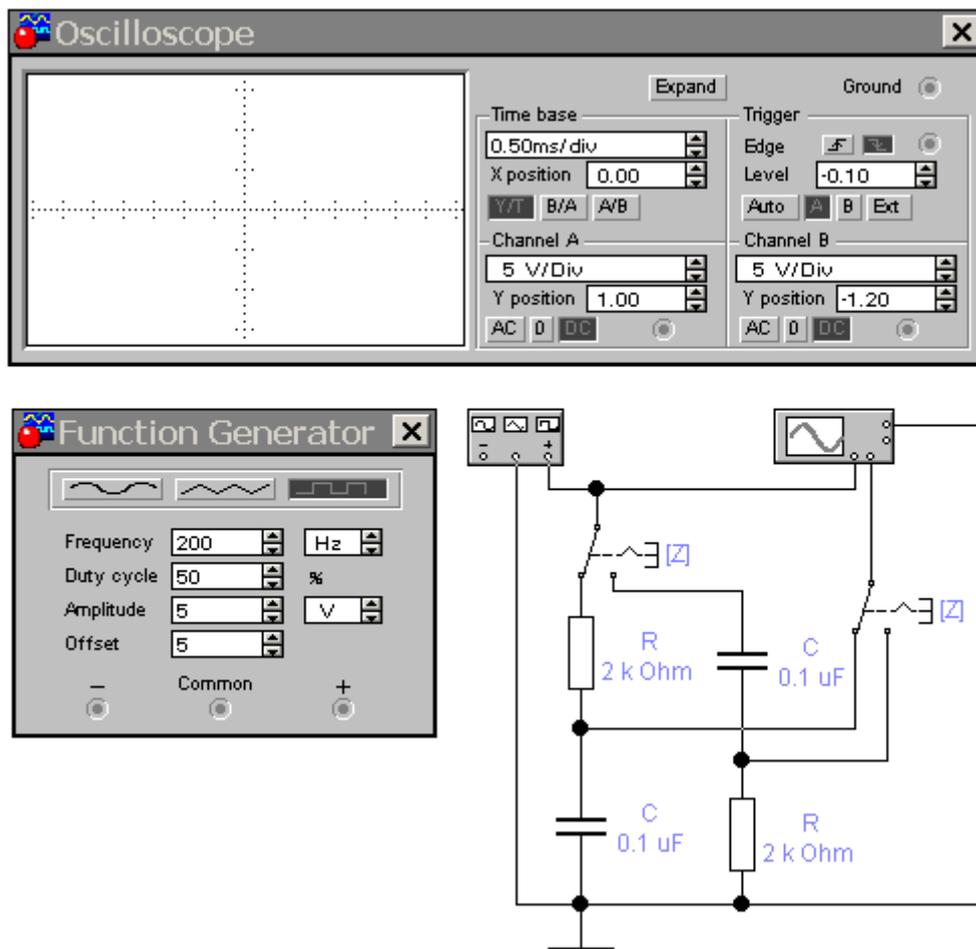

Рисунок 3.3 – Схема измерений переходного процесса в RC цепи
3.2.2 Открыть файл rc.ewb со схемой, показанной на рис. 3.3 (File – Open – rc.ewb).